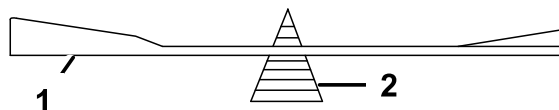

Figure 63
2. Vérifiez l'équilibre de la lame en la plaçant sur un équilibreur (Figure 63).
**Remarque:** Si la lame est déséquilibrée, limez un peu l'extrémité de l'ailette seulement (Figure 63).